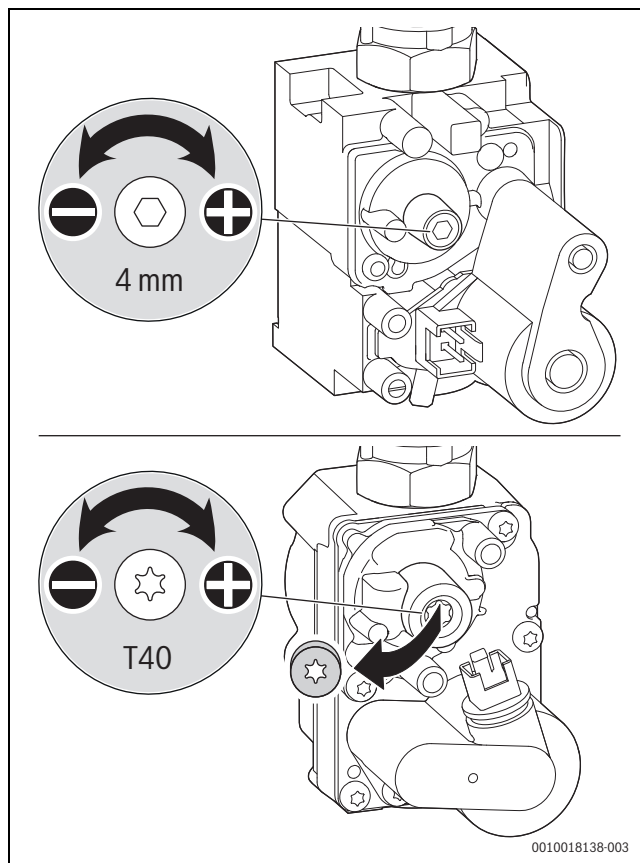

Fig. 34 Ajustar o teor de CO_2 ou de O_2
- ▶ Remover o selo de chumbo do parafuso de regulação do dispositivo de controlo do gás (apenas para dispositivos de controlo do gás inferiores na fig. 34) e ajustar o teor de CO_2 ou de O_2 para a potência calorífica nominal mínima.